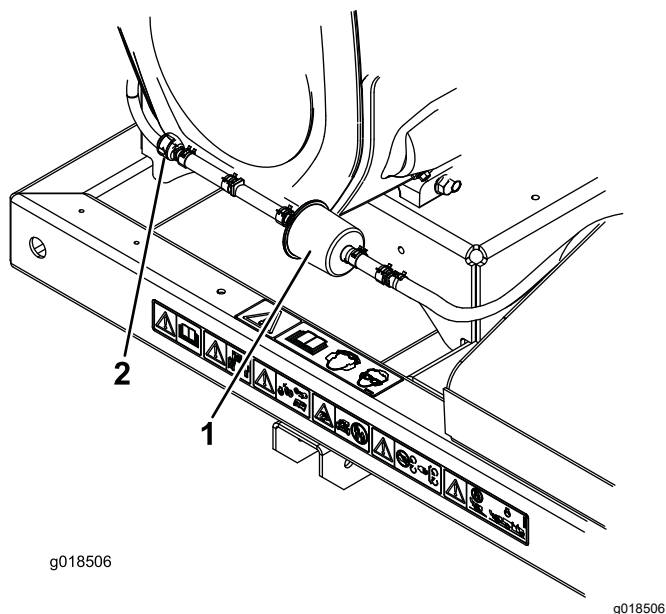

Figura 39
2. Îndepărtați de filtru clemele de furtun cu arc ale filtrului cu linie de purjare pentru recipientul din carbon (Figura 39).
3. Îndepărtați și eliminați filtrul de carbon (Figura 39).
4. Instalați un filtru nou în furtun, cu săgeata de pe filtru orientată în direcția supapei de reinere, și fixați-l cu ajutorul colierelor de furtun (Figura 39).